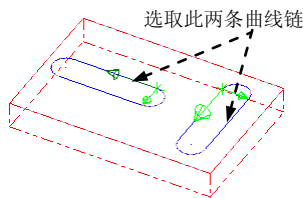

图 4.7.17 选取曲线链
Step2. 设置加工区域。在图形区中选取图 4.7.17 所示的两条曲线链，单击 **✓** 按钮，完成加工点的设置，同时系统弹出“2D 刀路-槽铣刀”对话框。